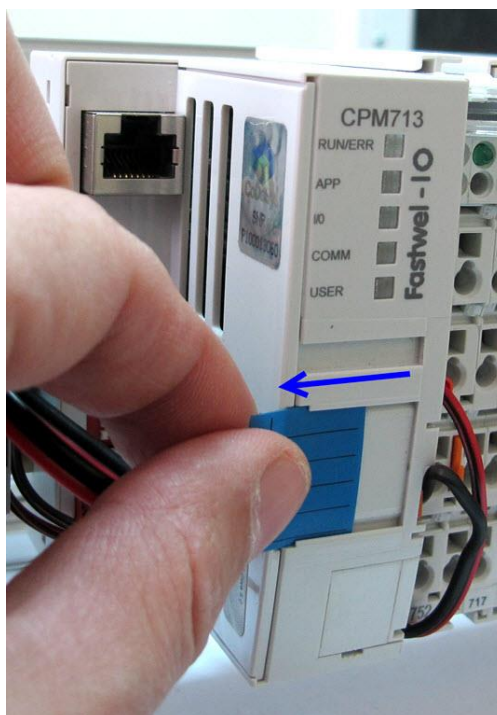

Рис. 5.4 Извлечение маркировочной вкладки
3. Если этого не было сделано ранее, извлеките маркировочную вкладку на передней панели корпуса контроллера, как показано на Рис. 5.4.